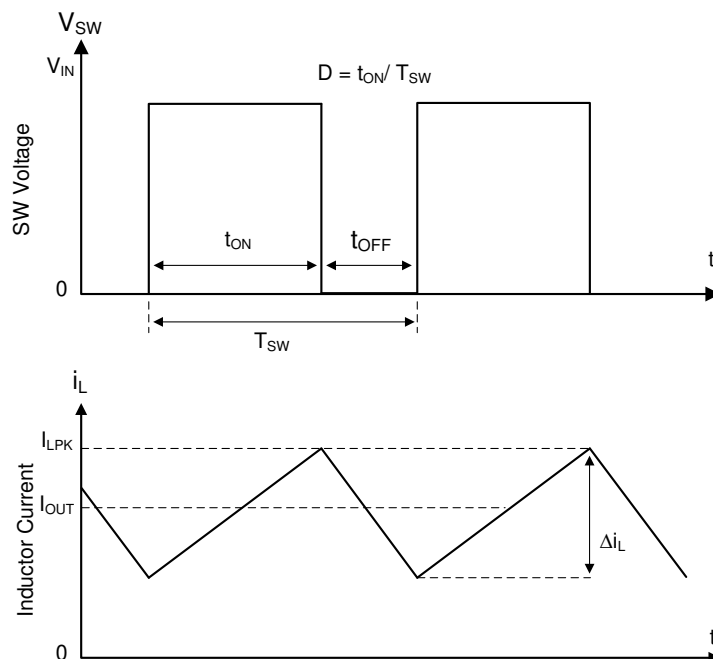

图 7-1. 连续导通模式 (CCM) 下的 SW 节点和电感器电流波形
有关 LMR544xx 的以下运行说明，请参阅节 7.2 和图 7-1 中的波形。LMR544xx 是一款同步降压转换器，具有集成式高侧 (HS) 和低侧 (LS) 开关 (同步整流器)。LMR544xx 通过使用受控的占空比打开高侧和低侧 NMOS 开关，来提供稳定的输出电压。高侧开关导通期间，SW 引脚电压上升至约 V_{IN} ，电感器电流 i_L 以线性斜率 $(V_{IN} - V_{OUT})/L$ 增加。当高侧开关被控制逻辑关闭时，低侧开关在经过反击穿死区时间后将会导通。电感电流通过低侧开关以斜率 V_{OUT}/L 放电。降压转换器的控制参数为占空比 $D = t_{ON}/T_{SW}$ ，其中 t_{ON} 是高侧开关导通时间， T_{SW} 是开关周期。转换器控制环路通过调整占空比 D 来维持恒定的输出电压。在可忽略损耗的理想降压转换器中， D 与输出电压成正比，与输入电压成反比： $D = V_{OUT}/V_{IN}$ 。